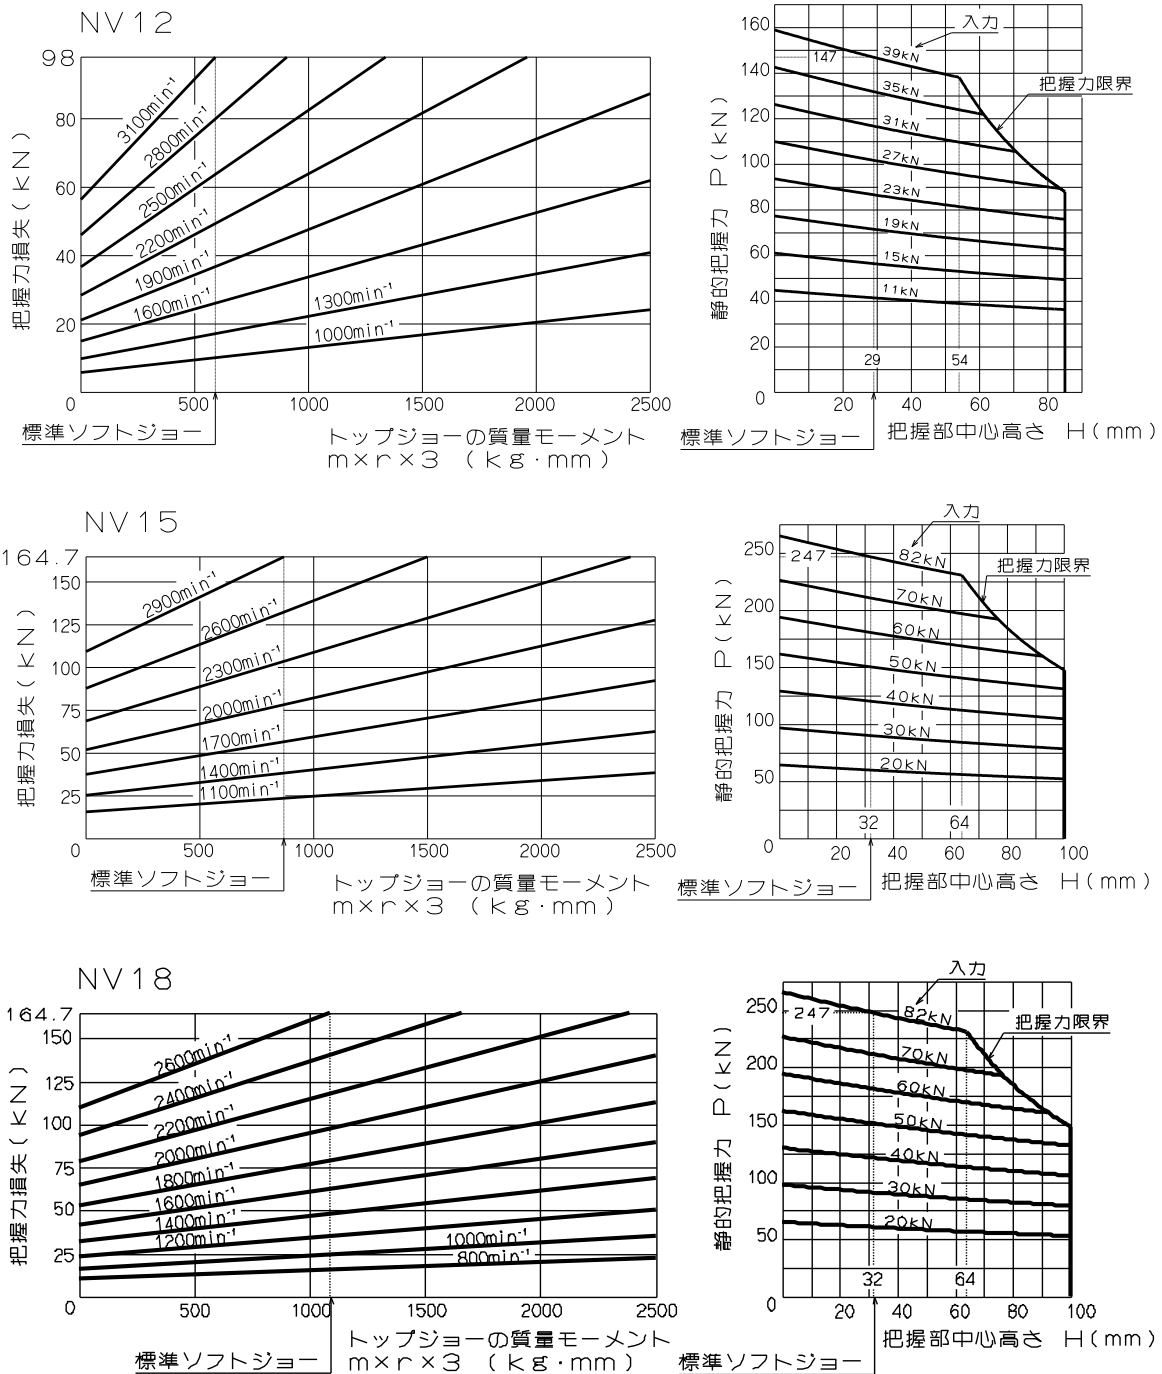

図 8
- トップジョーの高さは把握力制限表の範囲内とすること。(図 8～10 参照)